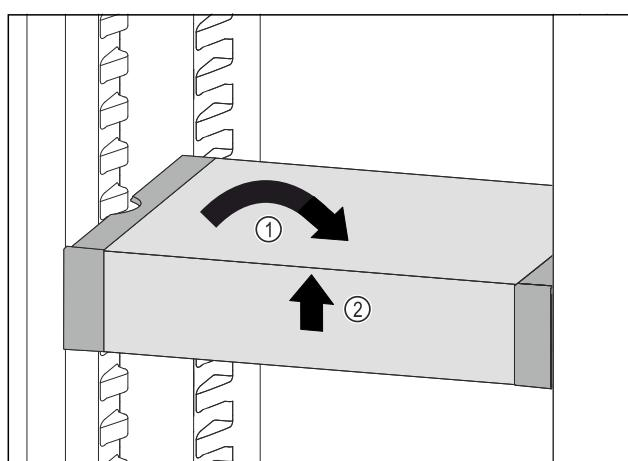

Fig. 108
- ▶ Predal VarioSafe postavite ravno. Fig. 108 (1)
- Predal VarioSafe dvignite spredaj. Fig. 108 (2)